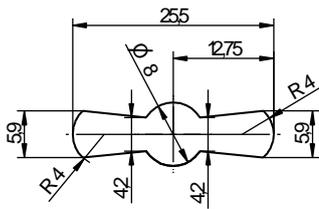

Abbildung 5: Schlüsselführung 86101
- Es wird empfohlen, für die Absicherung des erforderlichen Schlüsseldurchbruchs im Wertbehältnis die Kaba Mauer Schlüsselführung (siehe Abbildung 5) oder die Kaba Mauer Schlüsselträgerführung (siehe Abbildung 6) einzusetzen. In diesen Fällen ist unter der Berücksichtigung der DIN 2768-mH das Schlüsselloch in der Tür des Wertbehältnisses in den entsprechenden Abmessungen zu fertigen.